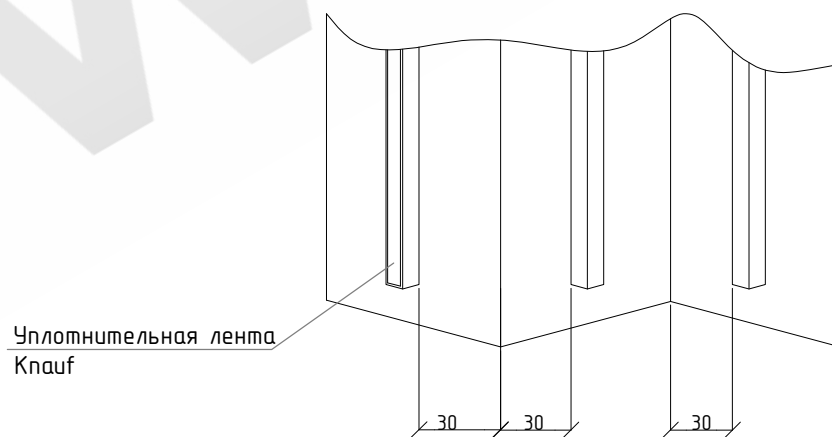
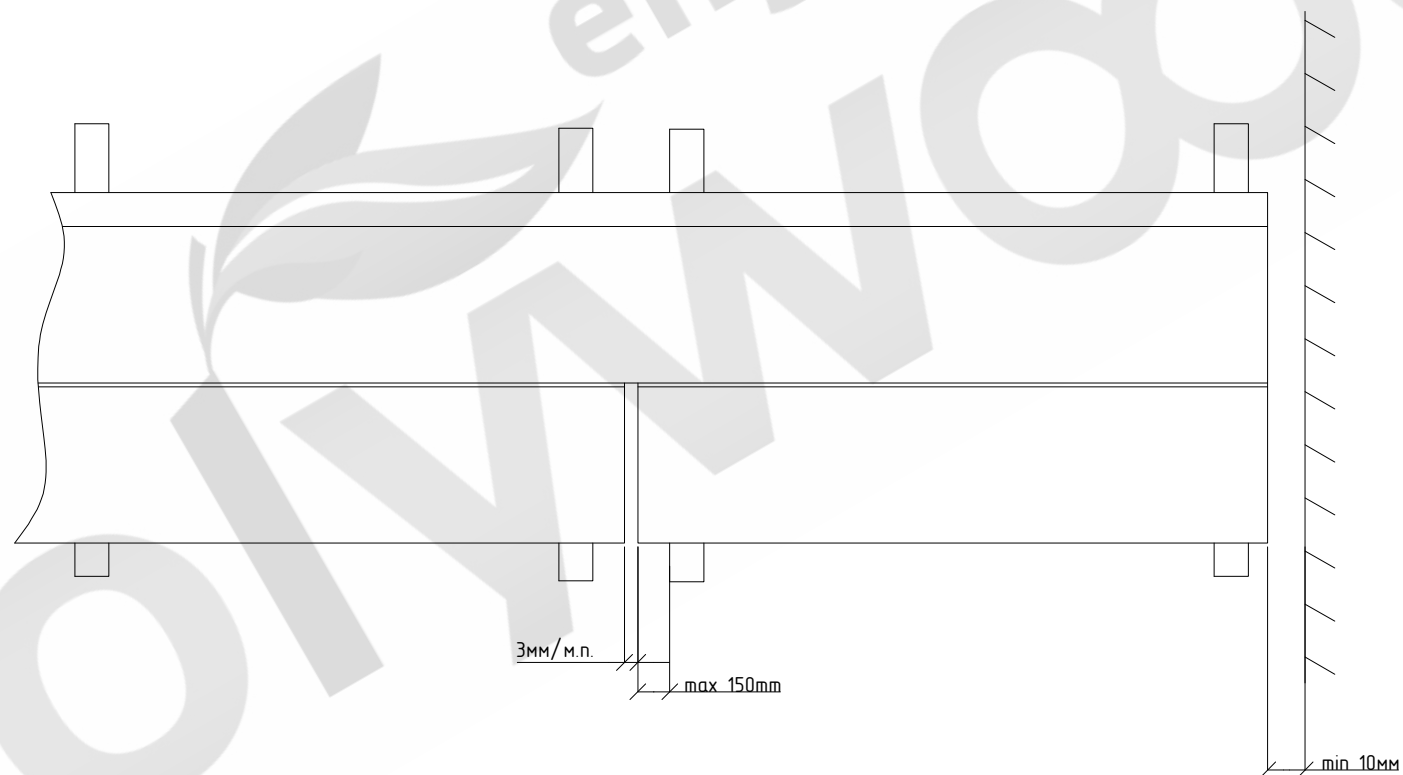

Рис. 2 Установка крайних опорных профилей
Рис. 6 Компенсационные зазоры
- Крайние опорные профили должны располагаться не далее 30мм от углов. (Рис.2)
- Опорные профили следует располагать так, чтобы максимальный свес панели не превышал 30мм (Рис.2, Рис.6).